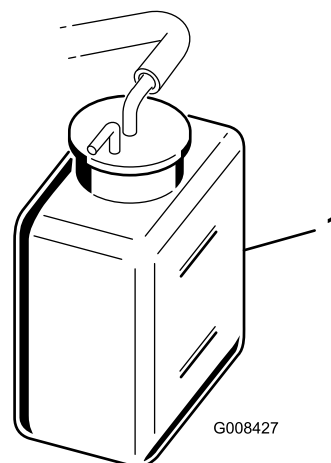

Bild 28
2. Prüfen Sie den Kühlmittelstand (Bild 28). Das Kühlmittel muss sich bei einem kalten Motor zwischen den beiden Linien am Ausdehnungsgefäß befinden.